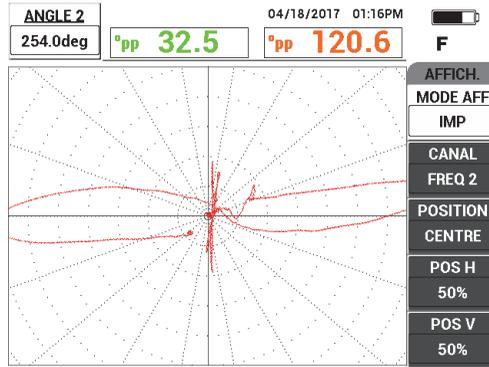

Figure 5-200 Réglage de l'angle en FREQ 2
5. Appuyez sur la touche ANGLE (  ), et puis tournez le signal jusqu'à ce que le signal provenant du trou débouchant soit vertical sur l'écran (voir la Figure 5-200 à la page 287).